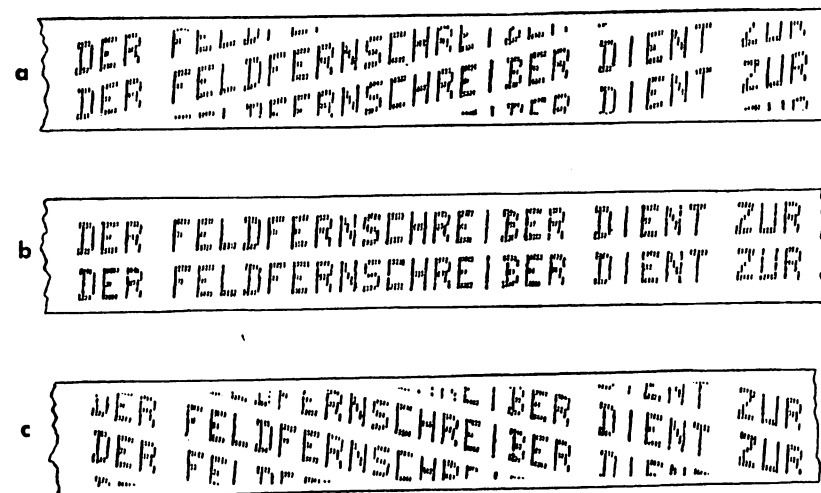

Abb. 8
26. Die Konstruktion des Schraubenrades bewirkt eine **doppelte Aufzeichnung der Schrift** auf dem Papierstreifen. Dies bedeutet eine bedeutende Erleichterung in der **Einhaltung des Gleichlaufs des eigenen Feldfernsehreibers mit dem der Gegenstelle**. Stimmt nämlich dieser nicht genau überein, so läuft die von der Gegenstelle ankommende Schrift mehr oder weniger schräg nach oben oder unten weg (Abb. 8).